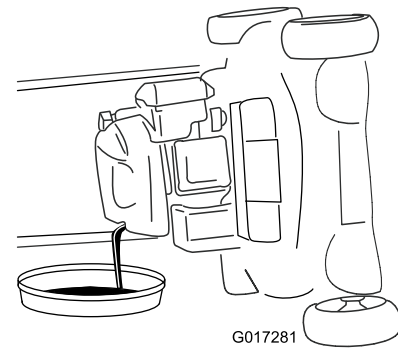

**Figura 30**
3. Retire a vareta rodando-a no sentido contrário ao dos ponteiros do relógio e puxando-a para fora (Figura 30).
10. Leia o nível de óleo na vareta (Figura 30).